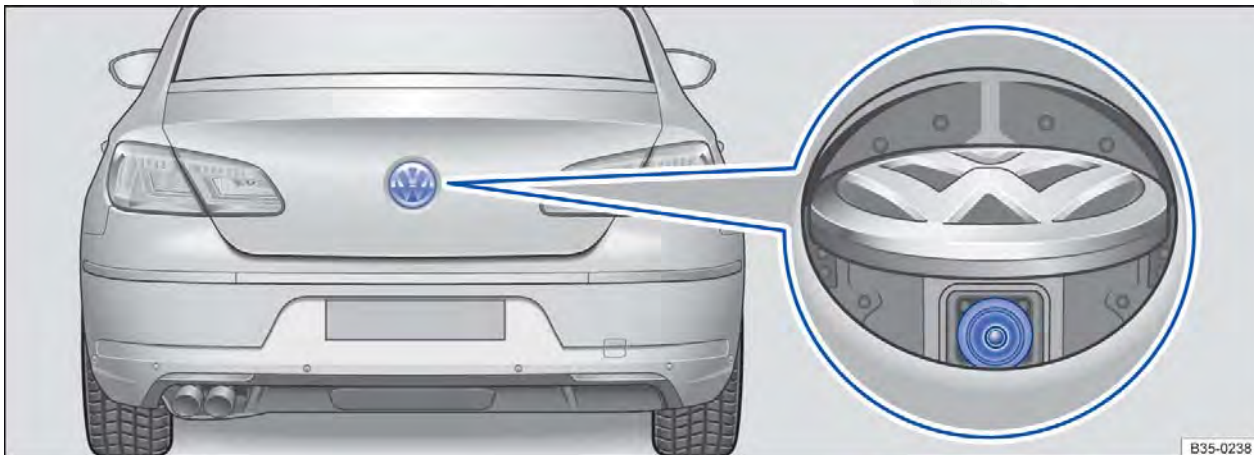

Fig. 154 Na traseira do veículo: local de instalação da câmera de marcha a ré.
- ✓ Deve ser possível ver uma imagem confiável e clara, por exemplo, lentes da câmera limpas ⇒ Fig. 154.
A câmera de marcha a ré ⇒ Fig. 154 (lupa) somente fornece imagens bidimensionais. As reentrâncias, bem como os objetos salientes no solo ou as peças salientes de outros veículos, são difíceis de ser reconhecidas ou não podem ser reconhecidas devido à ausência de profundidade no display.
Manter a lente da câmera ⇒ Fig. 154 (lupa) limpa, sem neve e sem gelo: